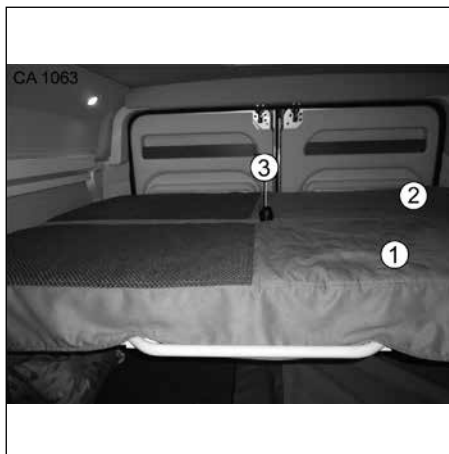

Fig. 26 Fälla upp den främre överslafen
Fälla upp den främre sänghalvan (Fig. 26, pos. 1):
- Lyft den främre sänghalvan (Fig. 26, pos. 1) i handtaget (Fig. 26, pos. 3) och skjut den snett uppåt, mot bakdörren.
Demontera och montera den främre sänghalvan (Fig. 26, pos. 1):
2. Fäll upp den främre sänghalvan (Fig. 26, pos. 1).
4. Dra ut den främre sänghalvan (Fig. 26, pos. 1) ur skenorna, mot förarhytten, och lyft ut den.